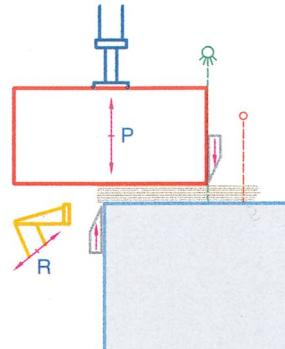

Fig.3
La machine effectue en séquence: le positionnement de la table mobile T, la descente du presseur P, le mouvement simultané de coupe des deux couteaux (Fig. 3), la montée du presseur.
- Nach diesen Arbeitsgängen legt man das Furnierpaket auf die Auflagefläche und bestimmt den Abfallstreifen mit Hilfe des Richtlichts. Dann führt die Maschine nacheinander folgende Schritte durch: Positionierung des beweglichen Tisches (T), Abwärtsbewegung des Niederhalters (P), gleichzeitige Schnittbewegung (Abb. 3) der beiden Messer, Aufwärtsbewegung des Niederhalters. Die Maschine ist auch mit einem elektronischen, mikroprozessor-gesteuerten Positionierer ausgestattet, der ungefähr 2000 Schnittmaße speichern kann.
- Effettuate queste operazioni si appoggia il pacco di impiallacciatura sul piano di lavoro e si definisce l'entità dello scarto grazie alla luce di taglio, quindi la macchina esegue in sequenza: il posizionamento della tavola mobile T, la discesa del pressore P, il movimento contemporaneo di taglio di entrambi i coltelli (fig. 3), la salita del pressore. La macchina è anche equipaggiata con un posizionatore elettronico a microprocessori in grado di memorizzare fino a circa 2000 misure di taglio.